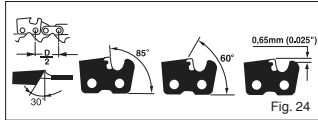
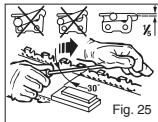

Fig. 24
Fig. 25
**AFFILARE LA CATENA** - Il passo della catena (Fig. 24) è di 3/8 pollici LoPro x 0,050 pollici.
Affilate le punte solo con movimenti rivolti verso l'esterno (Fig. 25) e tenete presenti i valori secondo la tabella di Fig. 24.